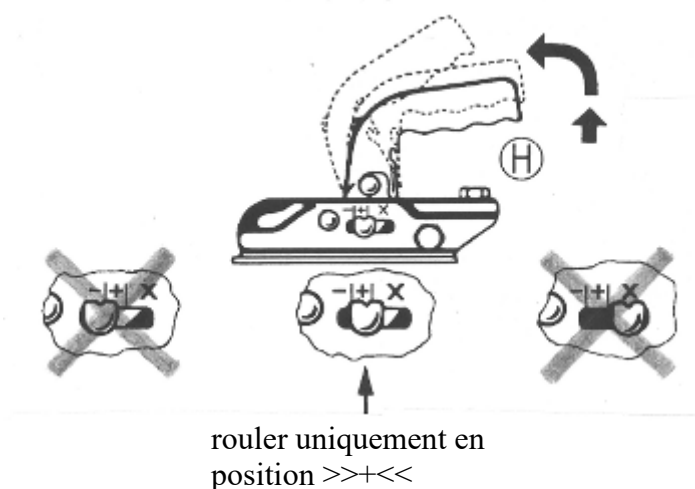
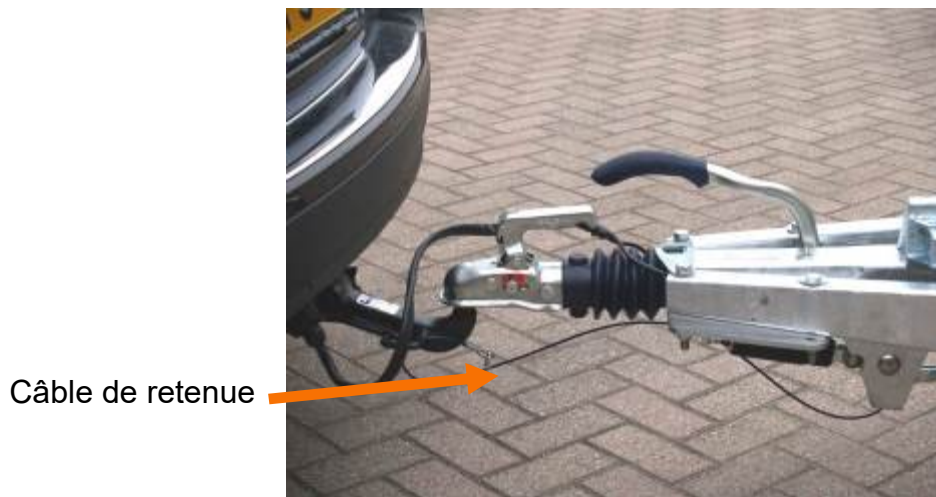

Figure 5.
Figure 11
Ouvrez le boîtier d'accouplement en enfonçant le bouton de blocage sur la poignée H, puis en relevant cette dernière. Placez l'accouplement ouvert sur la rotule de l'attache-remorque du véhicule tracteur et relâchez la poignée. La poignée doit revenir automatiquement dans la position initiale. La fermeture et le verrouillage se sont automatiquement. Assurez-vous que la bonne position >>+<< est enclenchée (voir figure 5). La rotule ne doit plus être visible une fois la remorque attelée ! Fixez le câble de retenue (voir figure 11) et raccordez la prise au véhicule tracteur. Tournez la roue jockey vers le haut et fixez-la parallèlement au sens de la marche (la roue jockey ne doit pas gêner la barre de frein).
- Vérifiez l'accouplement. Le boîtier d'accouplement doit envelopper complètement la rotule et la verrouiller. Assurez-vous que la bonne position >>+<< est enclenchée (voir figure 5).
- Fixez le câble de retenue au véhicule tracteur. (Voir figure 11)